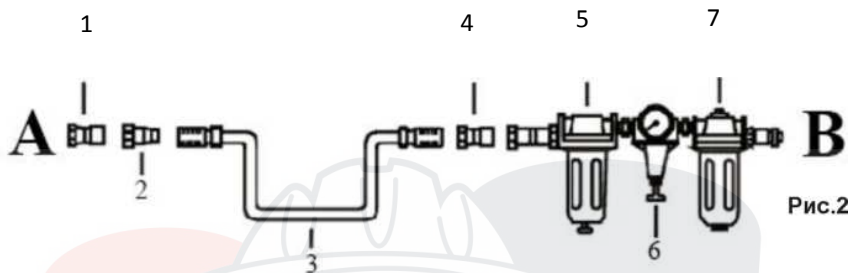

Рис.2
1. Установите фильтры, шланг и другие приспособления (в качестве примера см. Рис.2).